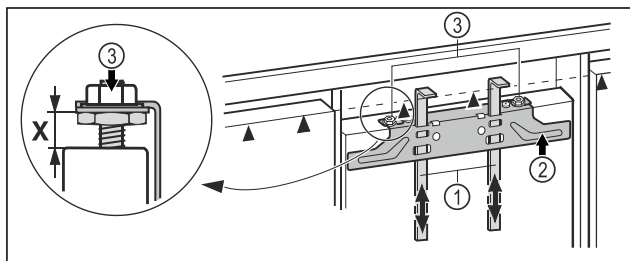

Fig. 16
- Σπρώξτε προς τα επάνω τους οδηγούς τοποθέτησης Fig. 16 (1) στο ύψος της πόρτας επίπλου. Κάτω ακμή τερματισμού ▲ του οδηγού τοποθέτησης = επάνω ακμή της πόρτας επίπλου που θα τοποθετηθεί.
- Ξεβιδώστε την τραβέρσα στερέωσης Fig. 16 (2) από τα κόντρα παξιμάδια Fig. 16 (3).